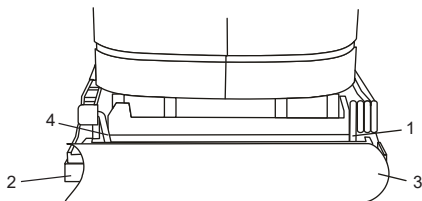
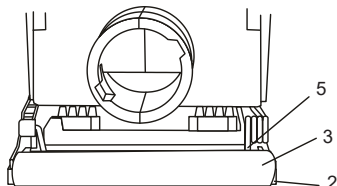

Fig. 4
Fig. 5
1. Levante y hacia afuera las palancas de sujeción del papel de lija delanteras y traseras (1) en la parte delantera y trasera de la almohadilla de respaldo (Fig. 4).
2. Inserte un extremo del papel de lija de 1/4 de hoja (3) con el lado del grano hacia arriba en la abrazadera del papel de lija frontal abierta (4), asegurándose de que esté alineado con la almohadilla de respaldo. Levante la palanca de la abrazadera del papel de lija hacia arriba y hacia adentro para bloquear el papel de lija en la abrazadera.
3. Envuelva la hoja de papel de lija (3) sobre la almohadilla de respaldo (2) e insértela en la abrazadera de papel de lija trasera abierta (5) (Fig. 5).